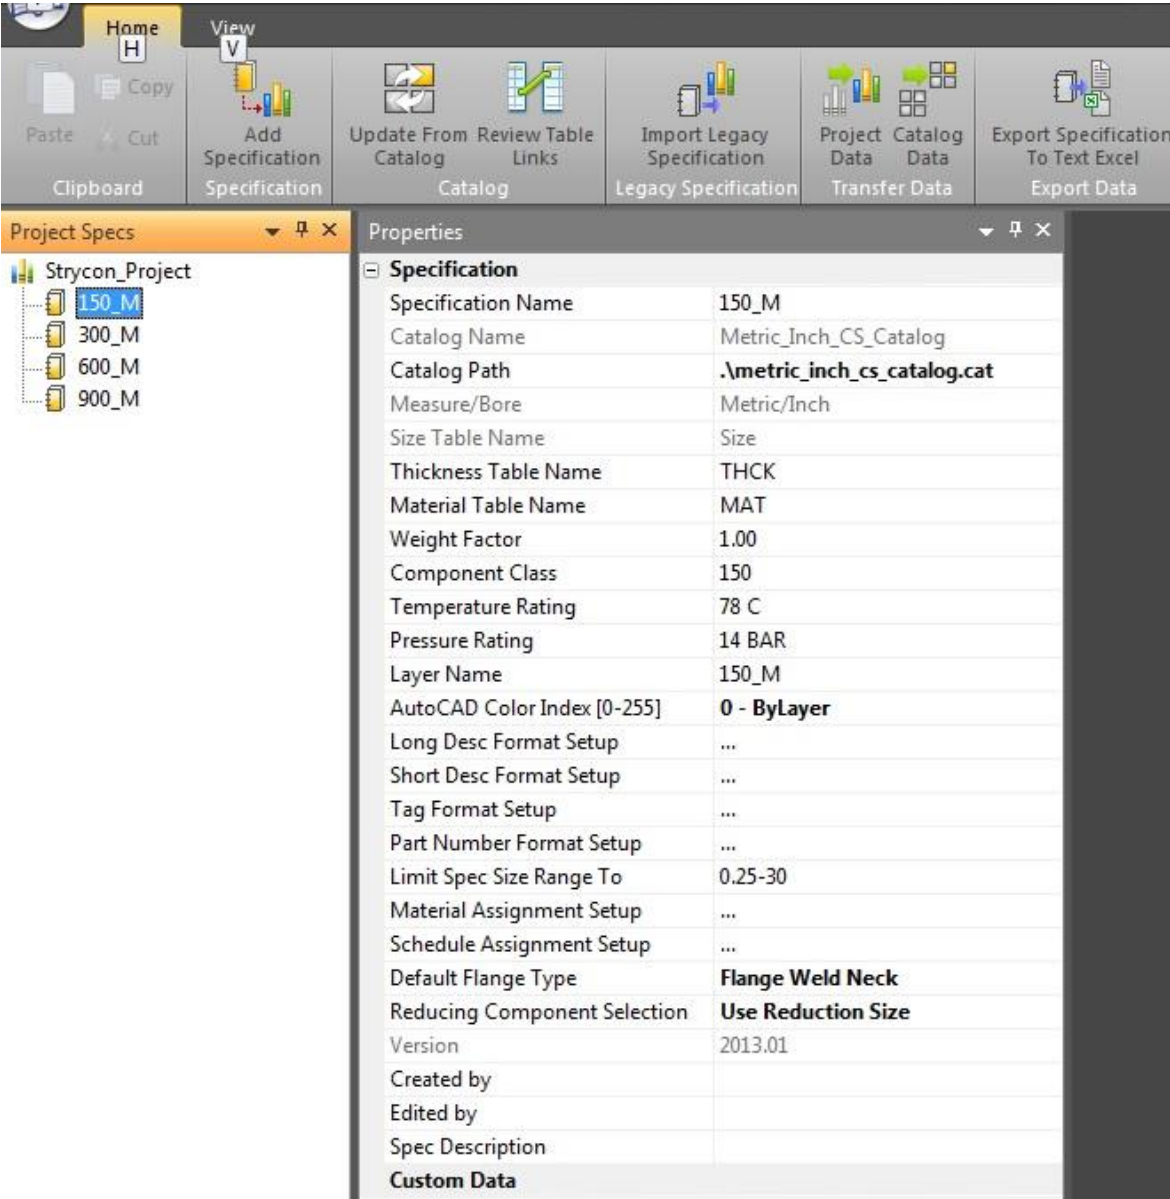

Figura 19. Especificaciones
- Ahora se pueden ver la lista de especificaciones creadas y a la derecha sus propiedades, por ejemplo “150_M”, ver figura 19.
Se toma como referencia en la figura 19.
En la figura 19, en la parte superior izquierda pararse sobre la especificación "150_M", darle botón derecho y se abren opciones como: